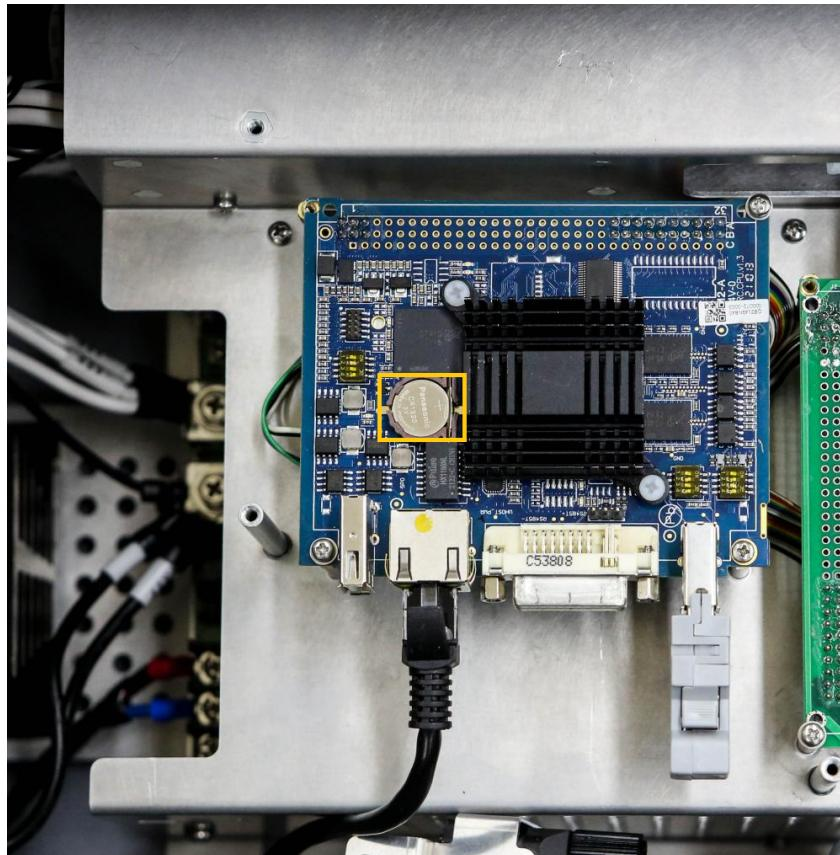

图 5-7：电池安装完成
4. 将 3V 纽扣电池正极向上，一端插入电池槽有卡扣的位置，轻轻向下按压，直至电池槽卡片能卡住电池，如图 5-7 所示。